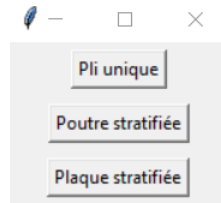

Figure 1 : interface de départ
**Exécuter « interface.py » pour lancer l'application.** L'interface suivante apparaît (Figure 1), il suffit de suivre les instructions.